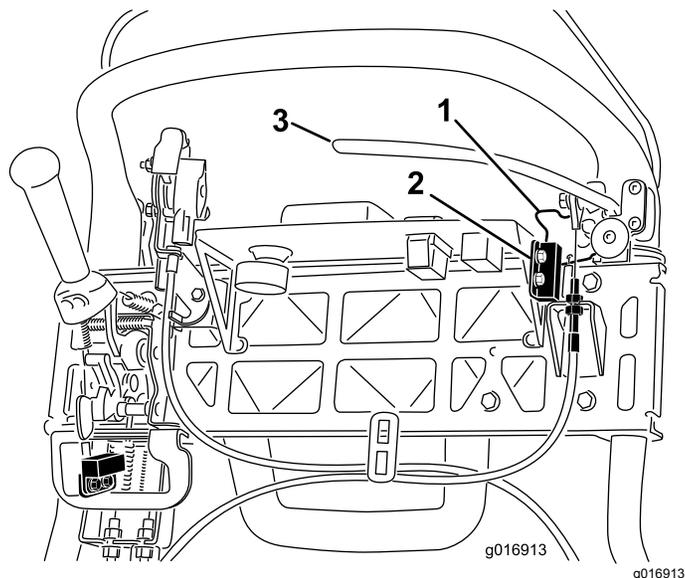

图42
4. 松开并取下联锁开关安装紧固件图42。
5. 在手刹锁定装置与联锁开关之间放入 1.6mm 厚的塞尺(图42)。